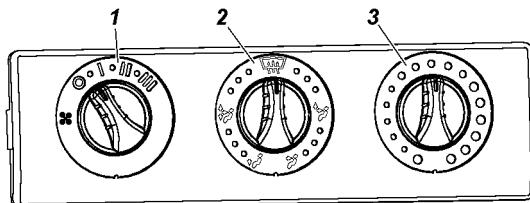

Рис. 3.13. Пульт управления отопителем:
Для подогрева поступающего в салон воздуха поверните рукоятку 3 (рис. 3.13) по часовой стрелке. Рукояткой 2 можно
Приточная вентиляция салона осуществляется по тем же каналам при крайнем положении против часовой стрелки рукоятки 3 (см. рис. 3.13). Вытяжная вентиляция осуществляется за счет отверстий в задней обивке крыши и внутренней панели проема двери задка, через опускные стекла дверей, а также через люк крыши при его наличии.
2. Установите рукоятку 3 (см. рис. 3.13) управления краном отопителя в положение “Закрыто”.
4. Рукояткой 1 (см. рис. 3.13) выключателя вентилятора отопителя выберите желаемую скорость вращения вентилятора. При нахождении рукоятки в положении “О” вентилятор включается автоматически и обеспечивает минимальную циркуляцию воздуха через испаритель кондиционера.
3. Если при работе кондиционера рукоятка 1 (см. рис. 3.13) выключателя вентилятора отопителя салона была установлена в положение “I”, “II” или “III”, то в этом случае после выключения кондиционера автоматически включается режим вентиляции салона.